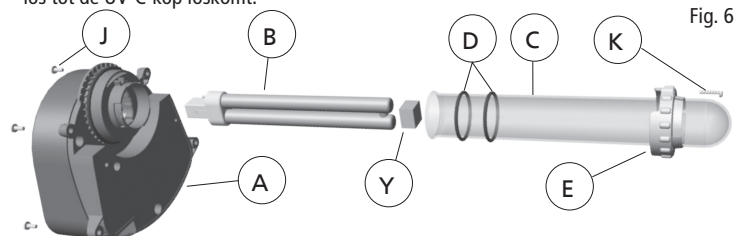

Fig. 6
4. Haal de UV-C-kop (A) (Fig. 6) van de filter door het losdraaien van de 4 schroeven (J) waarmee de UV-C-kop vastzit aan het filterdeksel (G). De UV-C-kop is uitgerust met anti-verliesschroeven. U hoeft de schroeven er niet helemaal uit te draaien. Draai ze gewoon los tot de UV-C-kop loskomt.